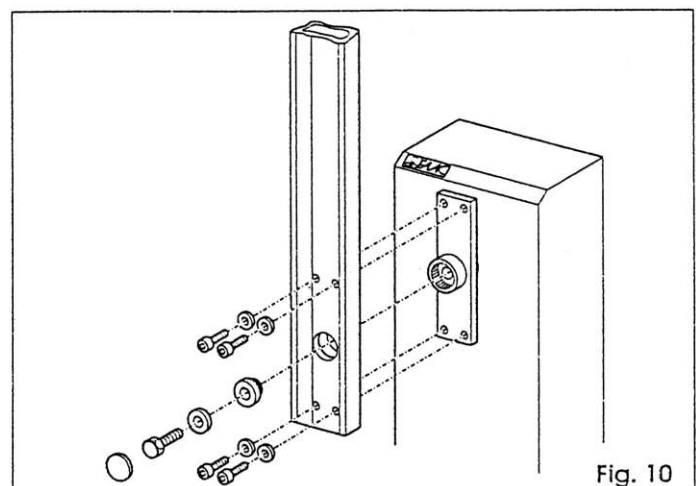

Fig. 10
- 4) zmontować ramię bariery używając śrubunku z wyposażenia jak pokazano na rys. 10 i 10b. Założyć korek zaślepiający (tylko 620). Profil gumowy bariery powinien być zwrócony w kierunku zamykania.